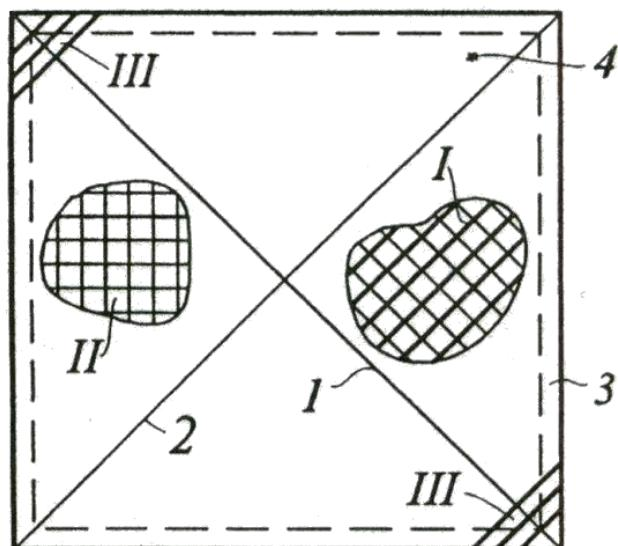

Рис. 3. Схемы армирования гипара:
3. В качестве материалов для возведения оболочки должен применяться бетон классов B20 и выше и проволочная и стержневая арматура. Для армирования поля оболочки используется проволочная арматура класса B400, диаметром от 4 до 6 мм, которая укладывается с шагом 100, 150 или 200 мм. Арматурные стержни могут располагаться как параллельно сторонам основания, так и параллельно диагоналям основания базового гипара, рис. 3. Для армирования контурных элементов применяется стержневая арматура классов A400 и выше, а при необходимости и напрягаемая проволочная арматура классов B500 и выше.